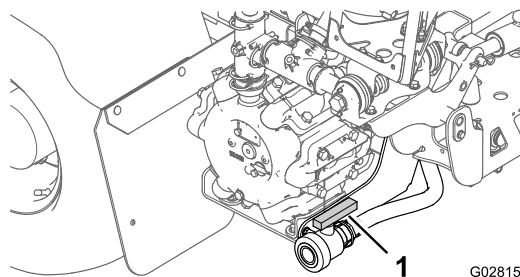

Figura 45
2. Localize a válvula de escoamento do depósito na traseira da máquina (Figura 45).